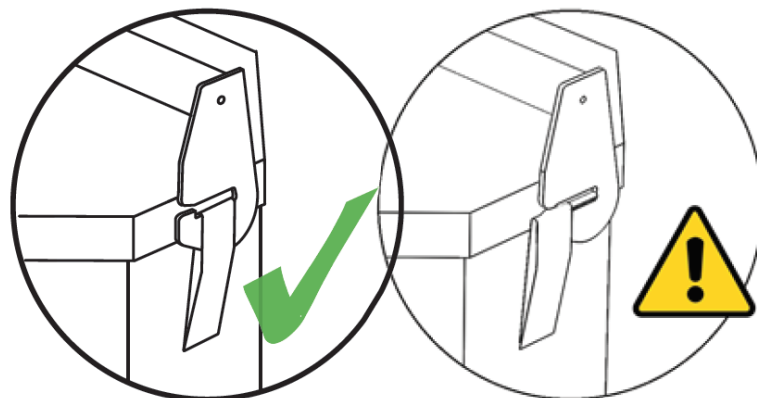
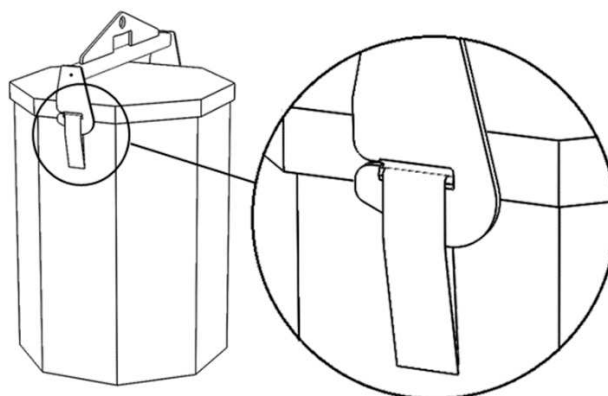

Fig. 1
Fig. 2
- Der er risiko for utilsigtet afkrogning, hvis løfteågets position ikke er korrekt afstemt med løftestroppens position under løft. Fig. 1
4. Løfteåget skal monteres som vist i fig. 2
5. Sørg for, at løftestropperne på begge sider er helt i indgreb og forbliver i krogene, mens du løfter ESAB MARATHON PAC™. Se fig. 2 for korrekt brug og fig. 1 med eksempel på forkert brug